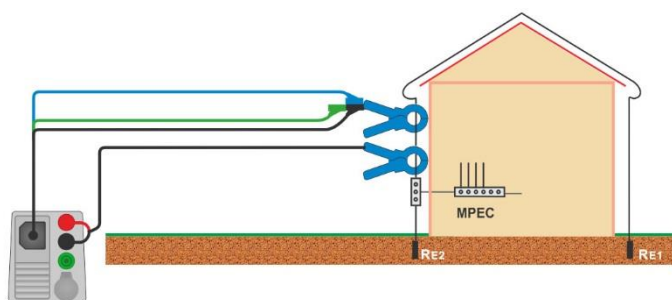

Abbildung 7.94: 2-Zangen Erdungswiderstandsmessung
- › Stromzangen am Prüfobjekt, siehe **Abbildung 7.94**.